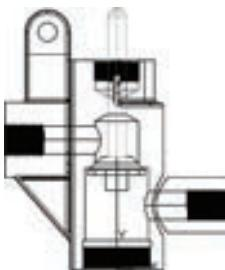

图 11-163 移动密封垫后的图形
4) 移动密封垫：单击“修改”工具栏中的“移动”按钮 $\text{M}\text{ove}$ ，以坐标点(0,0,0)为基点，沿Y轴移动，第二点坐标为(0,103,0)。结果如图11-163所示。